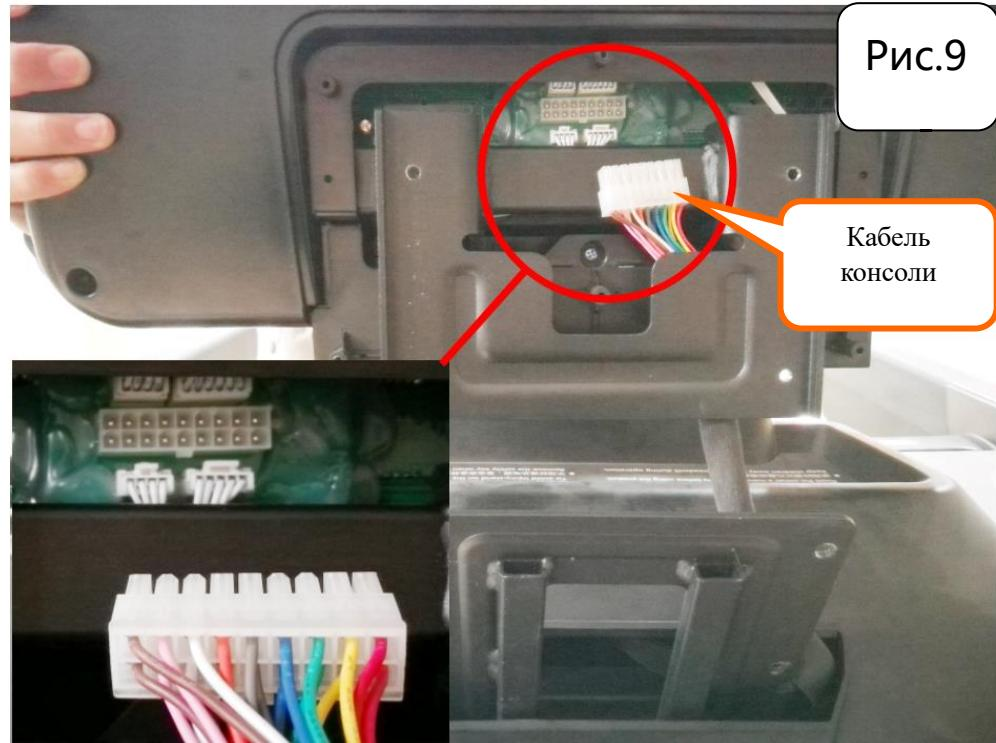

Рис.9
9. Сборку необходимо осуществлять вдвоем: один человек должен удерживать консоль над панелью консоли, а другой – соединить кабель, выходящий из отверстия панели, с кабелем консоли (Рисунок 9).